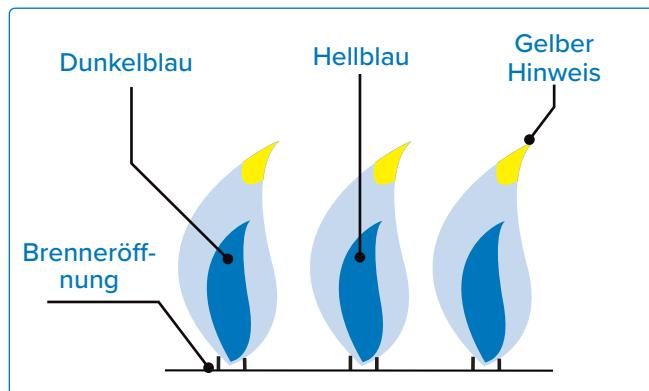

Abb. 26
- Zu wenig Luft führt zu gelben, rußigen, trügen Flammen (**siehe Abb. 26**).